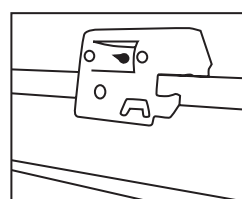

Figura 12
**Paso 3.** Ponga el marco en su posición y presione la barra colgante con la muesca para Barras-T integrada en las Barras-T (Figura 12). Trabe en su lugar. Se proporcionan agujeros adicionales para asegurar con alambre o con tornillos, si se desea.